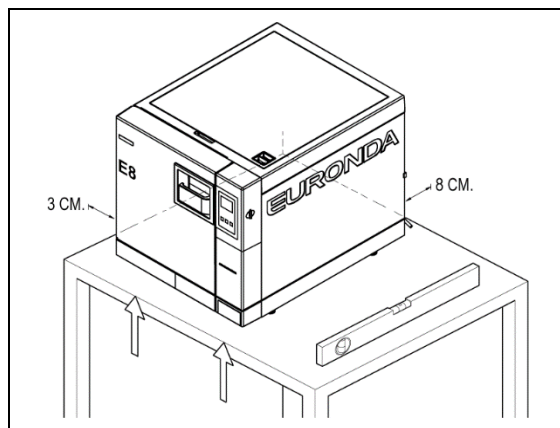

Рис. 2.2
- оставить расстояние для циркуляции воздуха между стеной и задней панелью стерилизатора - не менее 8 см; по бокам - не менее 3 см (см. рис. 2.2);